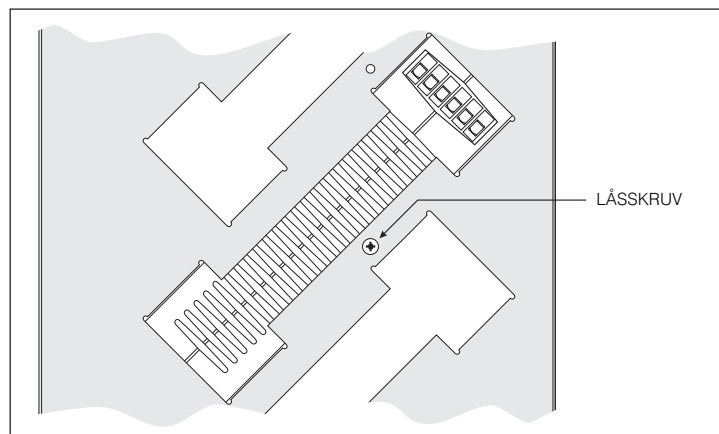

Fig. 1-1 Låsskruvens placering
5. Skruva ur låsskruven (om sådan finns) på modulens vänstra sida (se fig. 1-1).
2. Säkra om nödvändigt modulen i RACKenheten genom att skruva in en lämplig låsskruv i hålet till vänster (se fig. 1-1).